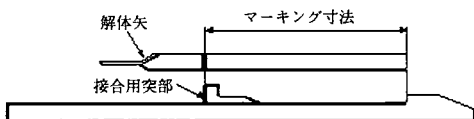

図86 解体矢のマーキング位置例
- (3) この時、図85のように①挿入が足りない状態、②挿入し過ぎた状態では解体できない。解体矢には図86に示すようにマーキングし、マーキングが白線位置と一致するまで解体矢を打ち込み、図84の正常な状態となるようにする。